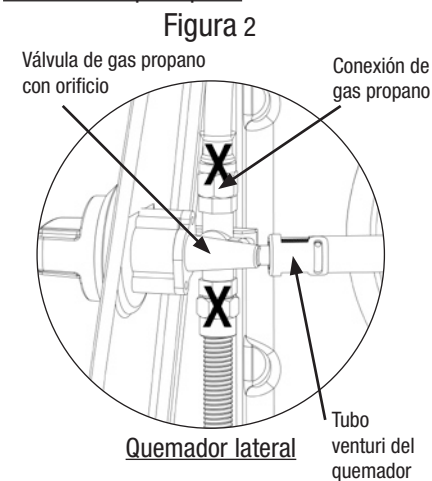

Figura 3
2. Asegúrese de que las perillas de control están en la posición (apagado). Vea la Figura 3.
3. Todas las perillas tienen que estar en la posición (apagado). Vea la Figura 3.